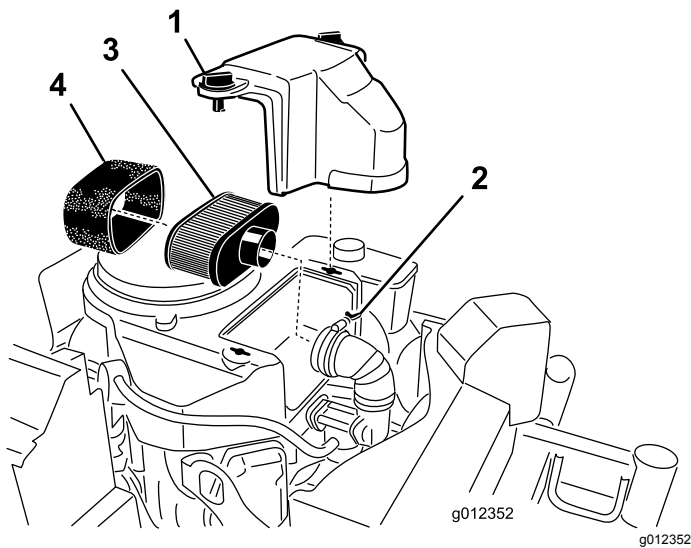

Figura 29
2. Limpie alrededor del limpiador de aire de forma que la suciedad no penetre en el motor y cause daños (Figura 29).
3. Gire los botones de la tapa 1/4 en sentido antihorario y retire la tapa del limpiador de aire (Figura 29).
4. Gire el tornillo de mariposa de la abrazadera en sentido antihorario hasta que pueda separar el conjunto del limpiador de aire del conducto de entrada (Figura 29).
5. Retire cuidadosamente el elemento de gomaespuma del elemento de papel (Figura 29).
1. Inspeccione el elemento por si estuviera roto, tuviera una película aceitosa o estuviera dañado (Figura 29).
1. Inspeccione el elemento por si estuviera roto, tuviera una película aceitosa o la junta de goma estuviera dañada (Figura 29).
1. Deslice cuidadosamente el elemento de gomaespuma sobre el elemento de papel (Figura 29).
2. Alinee el conjunto del limpiador de aire en el conducto de entrada y sujételo con la abrazadera (Figura 29).
3. Alinee la tapa del limpiador de aire en la tapa del motor y sujete la tapa girando los botones de la tapa 1/4 de vuelta en sentido horario (Figura 29).